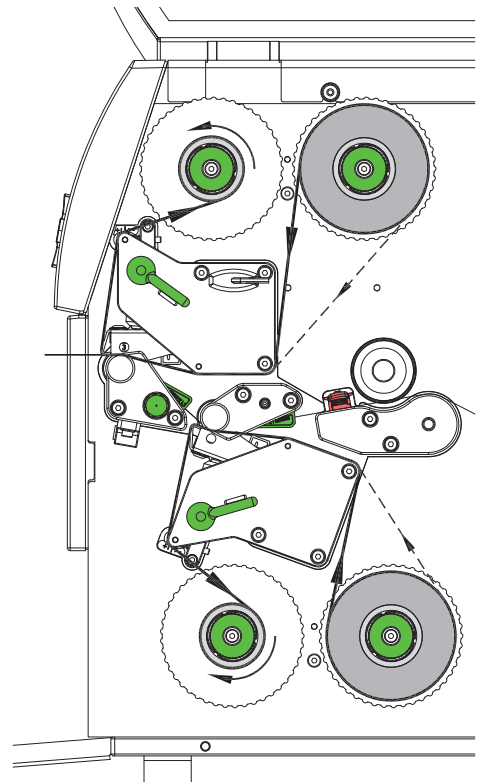

Figura 13 Recorrido de la lámina de transferencia
2. Girar la palanca (6) en sentido contrario a las agujas del reloj para levantar el cabezal superior de impresión.
3. Deslizar el rollo de lámina de transferencia (1) sobre el desenrollador (2), de modo que el recubrimiento de color de la lámina quede hacia abajo al desenrollarse.
4. Posicionar el rollo de lámina de transferencia (1) de tal forma en el desbobinador, que ambos extremos del rollo se encuentren en valores idénticos de la escala.
5. Mantener fijo el rollo de lámina de transferencia (1) y girar el botón giratorio (3) del desenrollador en el sentido de las agujas del reloj hasta que el rollo quede fijado.
6. Deslizar un núcleo adecuado (4) sobre el rebobinador de láminas de transferencia (5), y posicionar y fijarlo de una forma análoga al rollo de lámina.
7. Pasar la lámina de transferencia a través del mecanismo de impresión, tal y como se muestra en la figura 13. La línea continua sirve para láminas con lado de revestimiento bobinado en el interior, y la línea de rayas, para láminas con lado de revestimiento bobinado exterior.
8. Fijar el inicio de la lámina de transferencia al centro del núcleo de la lámina de transferencia (4) con una tira adhesiva. Si se utilizan núcleos que sean más anchos que la lámina de transferencia, utilizar la escala (7) del ángulo cabecero para alinear la lámina. Debe tenerse en cuenta que la dirección de rotación del rebobinador de la lámina de transferencia transcurra en sentido contrario a las agujas del reloj.
9. Girar el rebobinador de la lámina de transferencia (5) en sentido contrario a las agujas del reloj para alisar el recorrido de la lámina de transferencia.
10. Girar la palanca (6) en el sentido de las agujas del reloj para bloquear el cabezal de impresión.
11. Abrir la tapa (9) e insertar la lámina de transferencia de forma análoga en la unidad de impresión inferior (8). La dirección aquí indicada es aplicable con la excepción de la dirección de giro de los botones orientables en sentido contrario a la unidad de impresión superior.